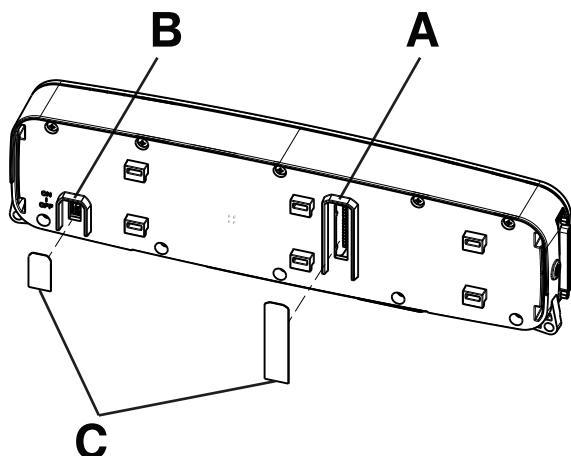

Figure 10 – Configurations des commutateurs
3. À l'aide d'un outil à pointe droite, retirer l'étiquette (521200380902) (C) qui recouvre le commutateur MARCHE/ARRÊT (B) (Figure 10). Conserver l'étiquette.
4. Tourner le commutateur MARCHE/ARRÊT (B) en position ARRÊT (Figure 10).